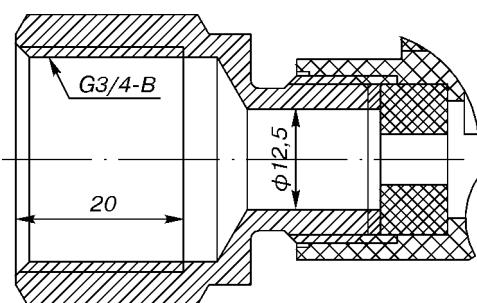

Рис.8.
** Исполнение со штуцером кабельного ввода с внутренней цилиндрической резьбой G3/4" (см.рис.8).
Кабельный ввод с внутренней цилиндрической резьбой G3/4 (рис.8)**Материал защитной арматуры**